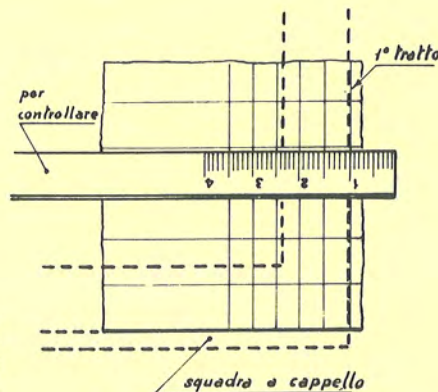

Fig. 5
- con lima 1/2 D. e D. ripassare le superfici curve, affinché risultino senza avallamenti e perfettamente lisce (fig. 5).
Prima di eseguire operazioni complete di tracciatura, l'allievo deve familiarizzarsi con gli attrezzi propri del tracciatore in esercitazioni libere di linee rette. Assai utile a questo scopo il riportare distanze con il compasso a punte (figura 4) e tracciare (ad occhio) linee parallele equidistanti con la squadra a cappello (fig. 5) ed il relativo controllo per mezzo di riga graduata.
- e) controllare con il calibro a nonio la distanza delle linee tracciate (fig. 5);